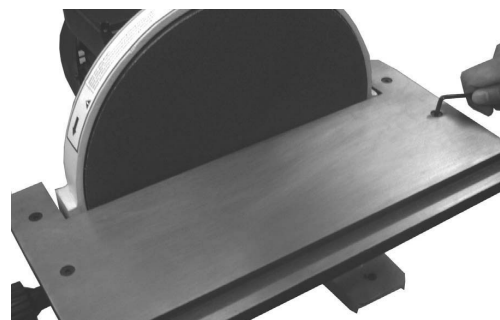

Рис. 04
3. Необходимо обеспечить зазор между краем стола и диском не менее 1/16 дюйма. В случае необходимости регулировки, освободите четыре болта (Рис. 04) и установите стол в требуемое положение.